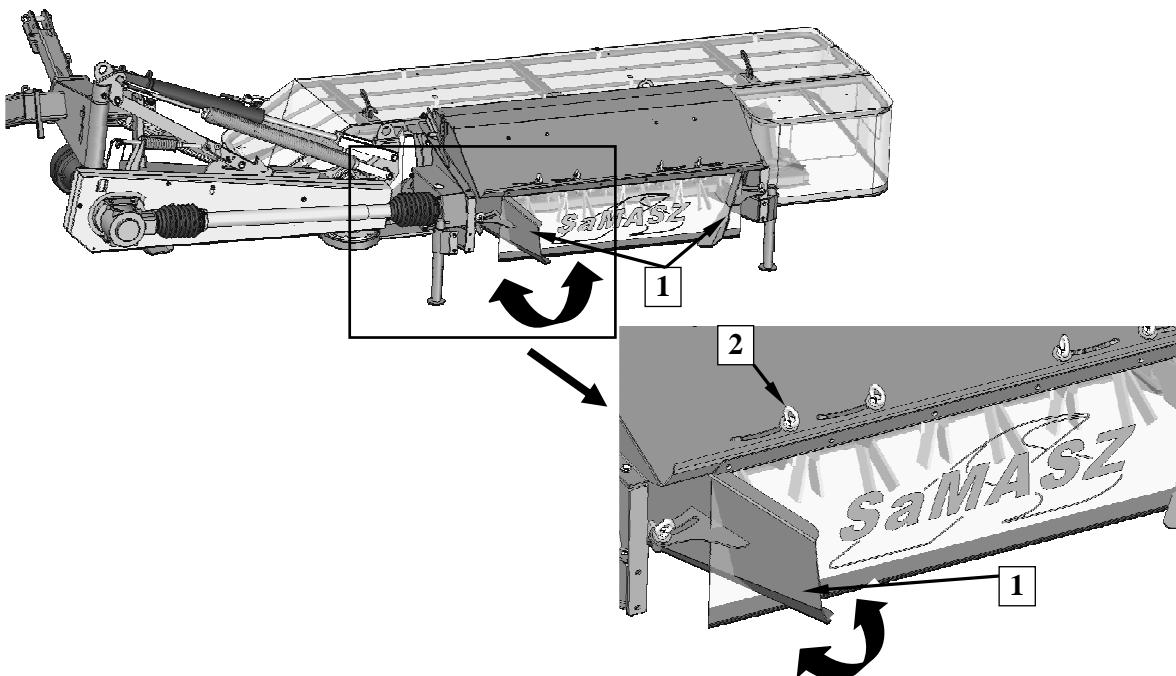

Рис. 20. Регулировка скребков покоса: 1- скребок покоса, 2 – регулировочный болт, 3 - рулевое колесо покоса
С целью установки ширины покоса следует совершить регулировку скребков покоса (1) (**Рис. 20**) (касается: KDT 220 S, KDT 260 S/SL):
- травить болт с петлей (2) скребка покоса,
- установить скребок покоса (1) в зависимости от требования,
- докрутить болт (2),
- равномерное раскладывание покоса можно регулировать рулевыми колесами (3) аналогичным образом как регулируются скребки.